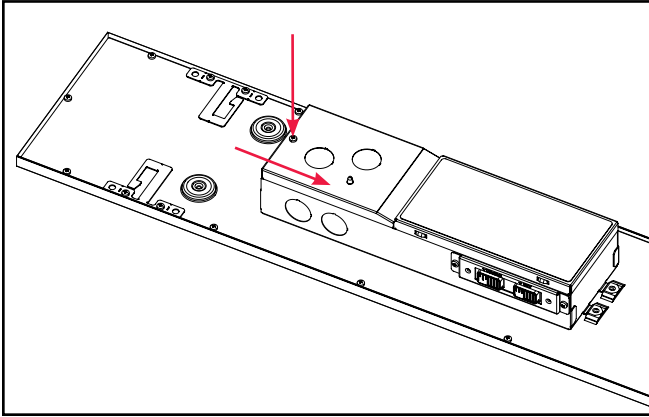

Figura 6.
- Coloque todos los cables y tuercas para cables en la caja de derivación de la luminaria, vuelva a colocar la placa de acceso eléctrico y apriete el tornillo (Figura 6).